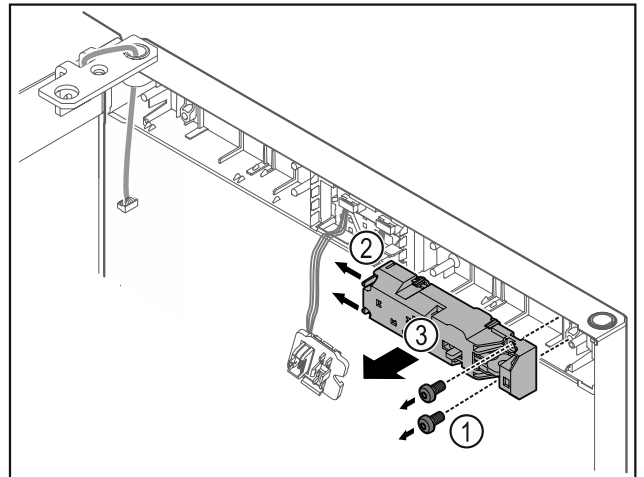

Fig. 18
- Schrauben Fig. 18 (1) entfernen.
- Rastnasen Fig. 18 (2) zur Seite drücken und Fernschloss Fig. 18 (3) abnehmen.